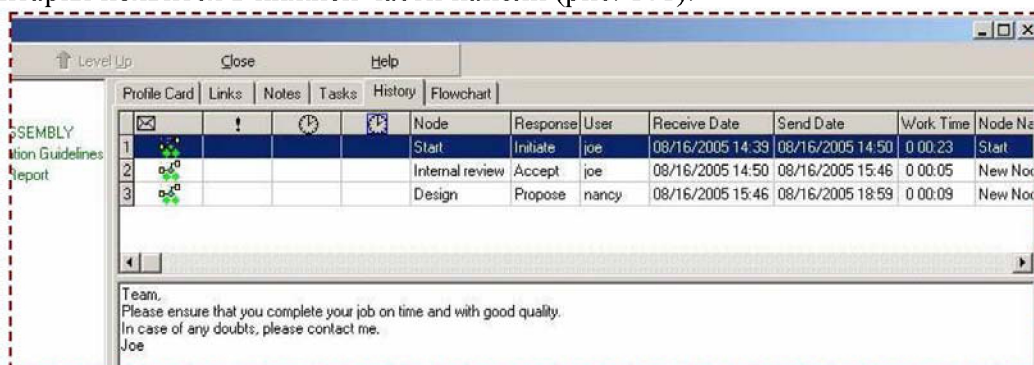

Рис.101
- Переключитесь на закладку «History» и выберите первый комментарий. Текст комментария появится в нижней части панели (рис. 101).